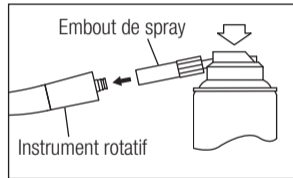

Fig. 9
- 3) Insérez le PANA SPRAY Plus/PANA SPRAY à l'arrière de l'instrument rotatif. Tenez l'instrument et pulvérisez pendant environ 2-3 secondes. Vaporisez du lubrifiant jusqu'à ce qu'il en ressorte de la tête de l'instrument rotatif pendant au moins 2 secondes (Fig. 9).
- 3) Lubrifiez l'instrument rotatif à l'aide du NSK PANA SPRAY Plus/PANA SPRAY (Fig. 9) ou un système automatique de nettoyage et de lubrification pour instruments NSK.